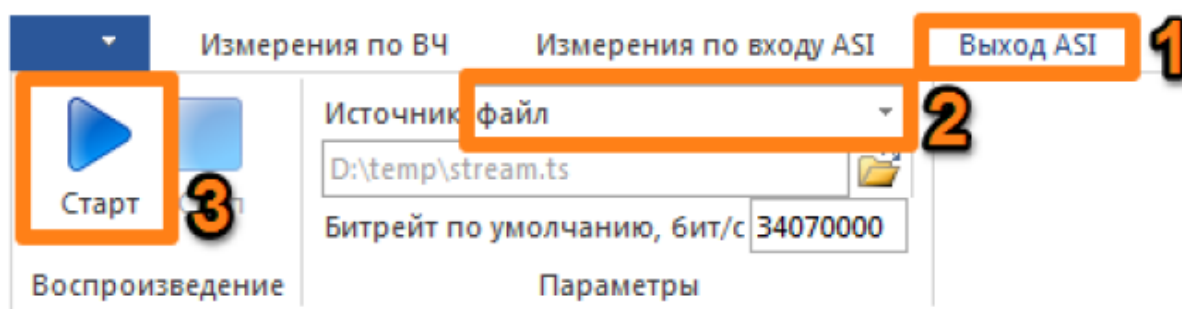

Рисунок 10
9.6.4 Выберите вкладку меню «Выход ASI» (рисунок 10 поз. 1).
9.6.5 В открывшейся вкладке выберите «Источник → Файл» (рисунок 10 поз. 2).
9.6.6 Нажмите кнопку «Старт» (рисунок 10 поз. 3).